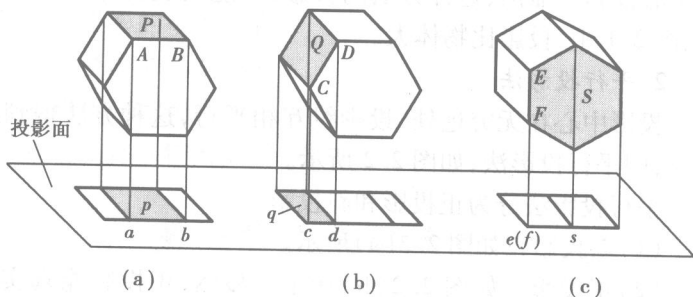

图 2.3 正投影的基本特性
正投影有三个基本特性,如图 2.3 所示。
(1)真实性。物体上的平面(或直线)与投影面平行时,其投影反映实形(或实长),如图 2.3(a)所示。
(2) 积聚性。物体上的平面(或直线)与投影面垂直时,其投影积聚为一直线(或一点),如图 2.3(b)所示。
(3) 收缩性。物体上的平面(或直线)与投影面倾斜时,其投影缩小(或变短),并产生变形,如图 2.3(c)所示。